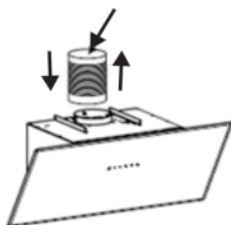
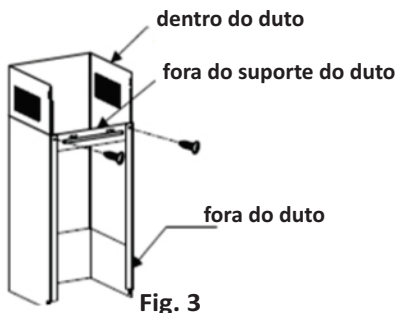

Fig. 2
Fig. 3
3.6.3 - Faça 8 furos para instalação no teto de acordo com a placa de fixação/suspensão, utilize os 8 parafusos escareados de bucha **ST6 * 40 mm** para fixar no teto. Veja a (Fig. 2). Se o teto for feito de concreto, ao invés dos furos redondos use os 4 furos oblongos na placa de fixação/suspensão para perfurar o teto de instalação, use 4 parafusos e buchas **Ø6 * 60mm**. Conforme o desenho os parafusos devem ser usados para fixar a placa no teto.
3.6.4 - Monte o cilindro do parafuso na placa de suspensão com 2 porcas de parafuso M10 para fixar o cilindro do parafuso na placa de suspensão. A extremidade superior do cilindro do parafuso excede a porca em 1 mm conforme **Fig. 2**.
Siga os passos 1 e 2 da **Fig.2** para colocar a extremidade dos 4 cabos nas respectivas ranhuras da placa superior da coifa e utilize 4 parafusos cabeça chata **ST4 8mm** para bloquear os cabos de aço e evitar que deslizem para fora. **Fig.3 e 4**